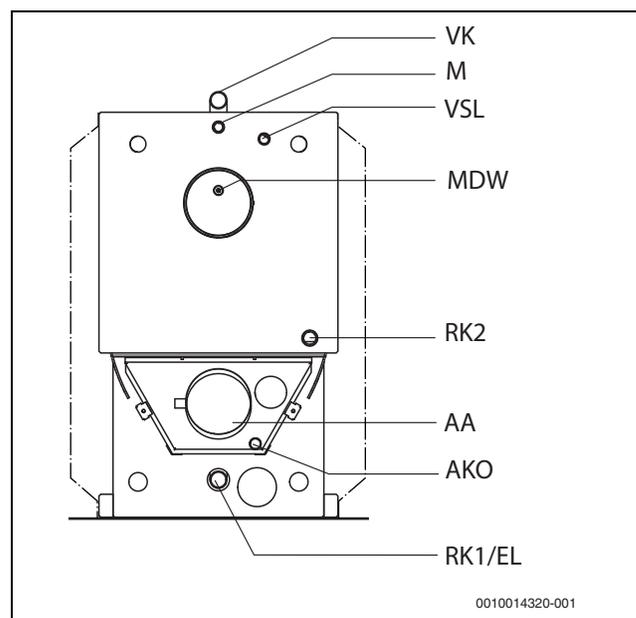

Bild 12 Kesselanschlüsse
- ▶ Sicherheitsventil am Anschluss Vorlauf-Sicherheitsleitung [VSL] (→ Bild 12, Seite 21) anschließen.